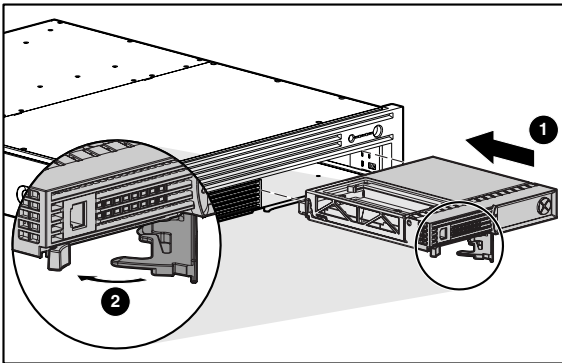

Figura 7: Installazione del controller
2. Inserire il controller fino in fondo ❶ e premere la levetta verso l'interno finché non risulterà allineata al pannello anteriore ❷ come illustrato nella Figura 7.